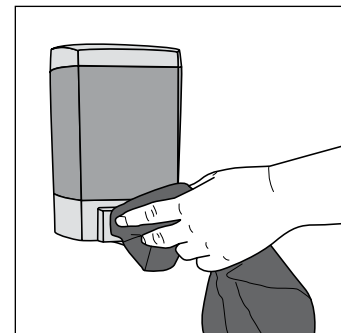

Figure 5
- Le suivi d'entretien régulier doit inclure le nettoyage avec un désinfectant de tous les points de contact sur le distributeur. (Voir Figure 5)